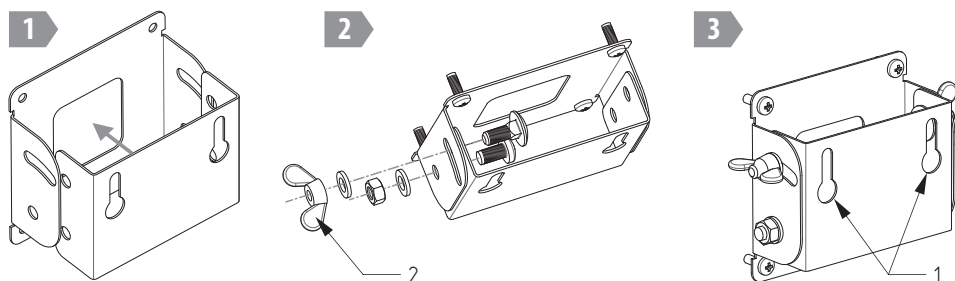
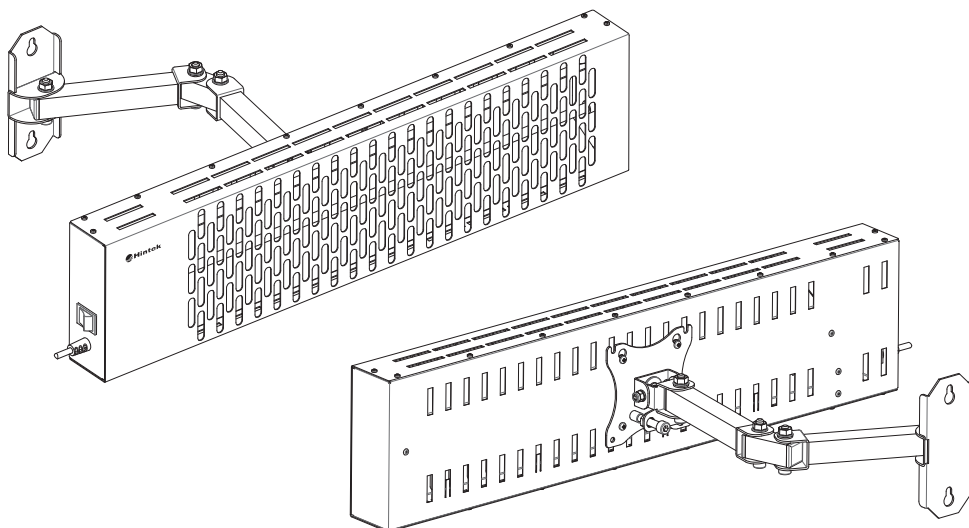

Рисунок 4.
Рисунок 5.
5.2. На задней панели корпуса имеются резьбовые заклепки (9), позволяющие закрепить обогреватель на кронштейне для монтажа на стену. Кронштейн позволяет регулировать угол наклона обогревателя. Вы можете закрепить кронштейн (8) из комплекта поставки или кронштейн с системой VESA MIS-D 75 (см. рис. 5) (приобретается дополнительно). Схема сборки кронштейна из комплекта поставки приведена на рис. 4.
- 6.2. Собрать кронштейн (см. рис. 4). Обратите внимание на правильность расположения отверстий на деталях!
- 6.3. Прикрутите кронштейн к корпусу обогревателя таким образом, чтобы расположение отверстий для монтажа на стену (1) (см. рис. 4) совпадало с рисунком 1, 2.
- 6.9. Выберите угол наклона обогревателя. Затяните барашковые гайки (2) (см. рис. 4).